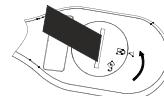

Рисунок 3.
2. При помощи тонкого предмета, например, монеты, повернув против часовой стрелки откройте крышку термометра (см. рис.3).